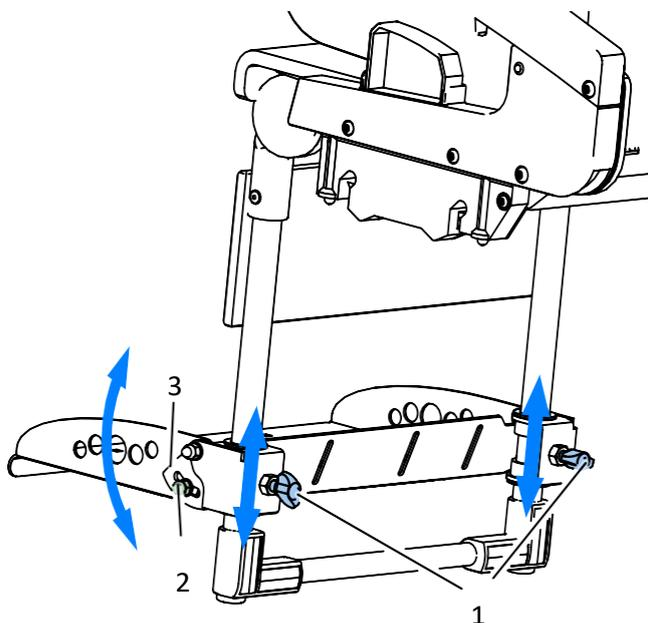

Bild 24
Um die Höhe der Fußstütze einzustellen Abb. 24 die Knöpfe lösen (1), die gewünschte Höhe einstellen und dann den Knopf wieder anziehen
(1). Die Einstellung des Winkels der Plattform erfolgt durch Lösen der Muttern (2) und Einstellen der Blockade (3) des Plattformwinkels, um die richtige Position der Fußstütze zu erreichen. Ziehen Sie die Muttern (2) wieder an, um die Position der Plattform zu sichern.